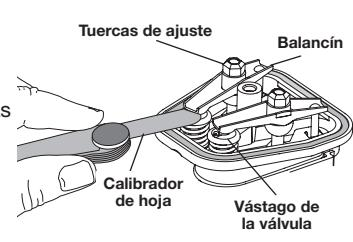

Fig. 22
8. Deslice el calibrador de hoja entre el balancín y el resorte de retorno de la válvula. Mida la holgura entre el vástago de la válvula y el balancín (Fig. 22). Mida tanto las válvulas de admisión como las de escape.
- a. Gire la tuerca de ajuste utilizando una llave de 5/16 de pulgada (8 mm) o un impulsor de tuercas (Fig. 22).
- La holgura recomendada para las válvulas de admisión como de escape es de 0.003 – 0.006 pulgada (0.076 – 0.152 mm). Use un calibrador de hoja estándar de automóvil de 0.005 pulgadas (0.127 mm). El calibrador de hoja debe deslizarse entre el balancín y el vástago de la válvula con una ligera cantidad de resistencia, sin doblarse (Fig. 22).